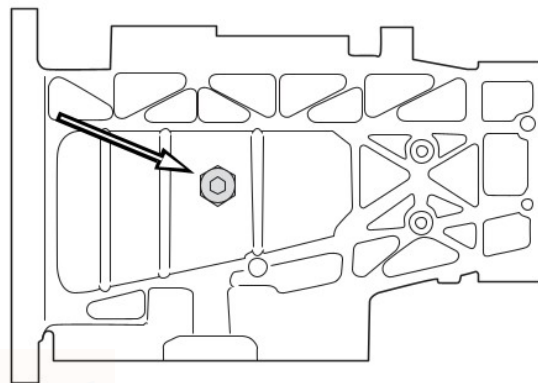

Abbildung 33. Getriebeölablassschraube (Ansicht von unten)
2. Siehe Abbildung 33. Die Getriebschmiermittel-Ablassschraube entfernen. Das Primärkettengehäuse entleeren.